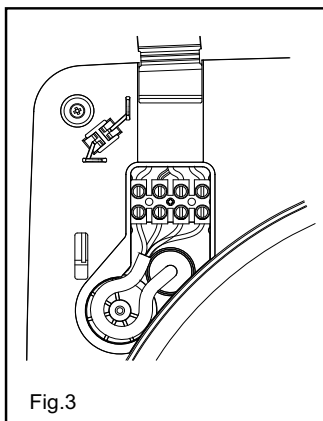
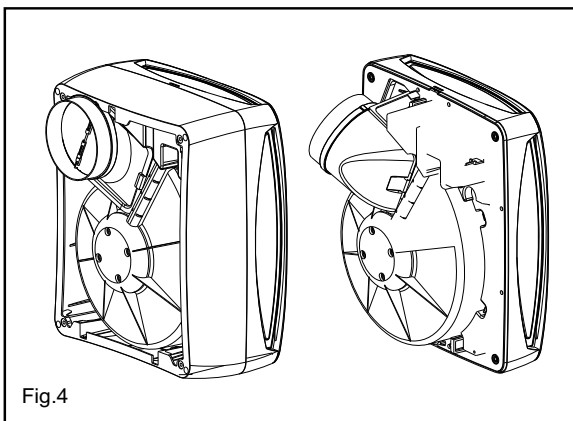

Fig.3
Fig.4
3. Corpul ventilatorului (2) este fixat de cadrul de baz (4) cu 4 uruburi. Scoate i fiecare urub din cele patru col uri (6) pentru a demonta i elibera cadrul de baz .
4. În uruba i cadrul de baz (4) pe panou cu ajutorul unor dispozitive de fixare adecvate, asigurându-v c deschiderea pentru racord se alinia z corect cu orificiul realizat.
5. Scoate i urubul care fixeaz clapeta blocului de borne (5) la corpul ventilatorului (2).
7. Introduce i cablul prin orificiul din blocul de borne (Fig. 3).
8. Reasambla i corpul ventilatorului (2) la cadrul de baz (4) i fixa i-l cu 4 uruburi
4. Scoate i urubul care fixeaz clapeta blocului de terminale (5) de corpul ventilatorului (2).
5. Fig. 4. - În cazul instala iilor cu ie ire lateral , ansamblul de racordare (9) poate fi repositionat. Pentru a face acest lucru, scoate i ansamblul de racordare (9) din corpul ventilatorului (2). Rupe i paleta de ghidare (8) de pe corpul ventilatorului i monta i din nou spi a într-o orientare lateral , în direc ia dorit .
6. Ata a i conducta la racord (9).
8. Cu ajutorul unor dispozitive de fixare adecvate, în uruba i corpul ventilatorului (2) în orificiul din panou.